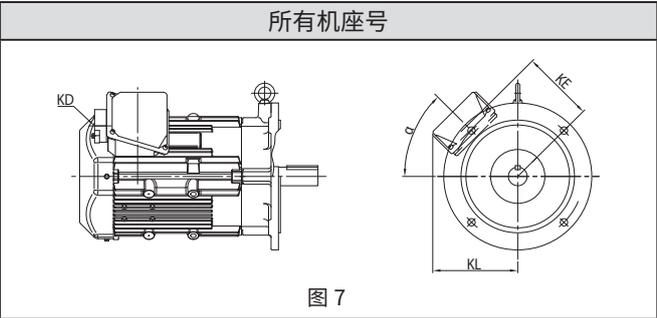
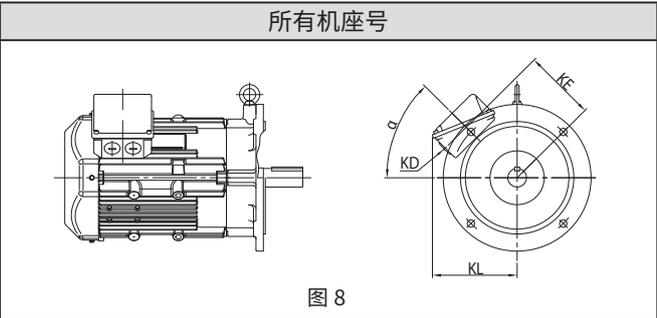

图 7
图 8
- 注) 1. 中国规格的端子箱与日本规格不同。中国等海外规格 (韩国除外) 的端子箱周边尺寸请参见图 7 ~ 8。
- 注) 1. 中国规格的端子箱与日本规格不同。中国等海外规格（韩国除外）的端子箱周边尺寸请参见图 7 ~ 10。
<p>图 7</p>	 <p>图 8</p>